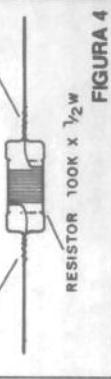

FIGURA 4
XRF é um choque de RF de 47µH, ou se você tiver dificuldade em obtê-lo enrole de 50 a 60 voltas de fio esmalorado fino (32) num resistor de 100k x 1/2W ligando os extremos da bobina aos terminais do resistor, conforme mostra a figura 4.